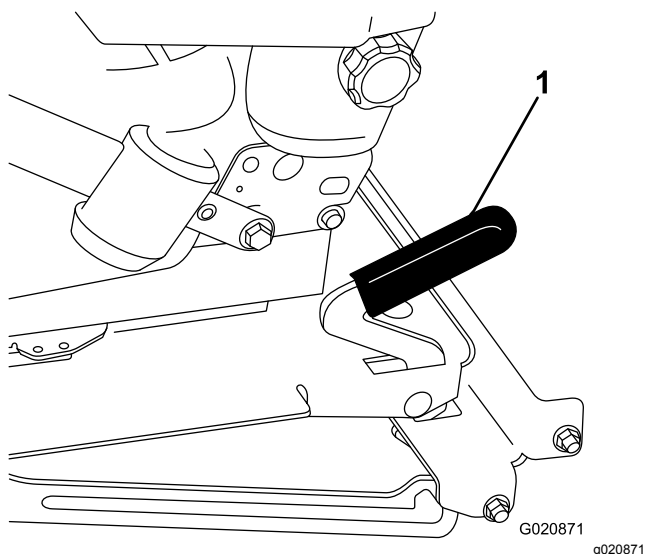

Рисунок 15
2. Потяните фиксатор сиденья вперед и поднимите вверх, чтобы разблокировать сиденье (Рисунок 15).